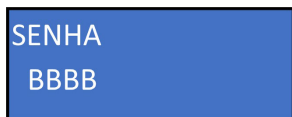

Figura 33
19. Para iniciar la calibración del sensor de ORP, sumérjalo en la solución de ORP de 465 mV y navegue pulsando el botón “abajo” hasta encontrar la opción “CALIBRAR SENSOR ORP” y luego pulse el botón “OK”. Después de este proceso, se abrirá una pantalla llamada “CONTRASEÑA”, con una secuencia de 4 letras, Utilice la contraseña BBBB para acceder a este menú. (figura 33).